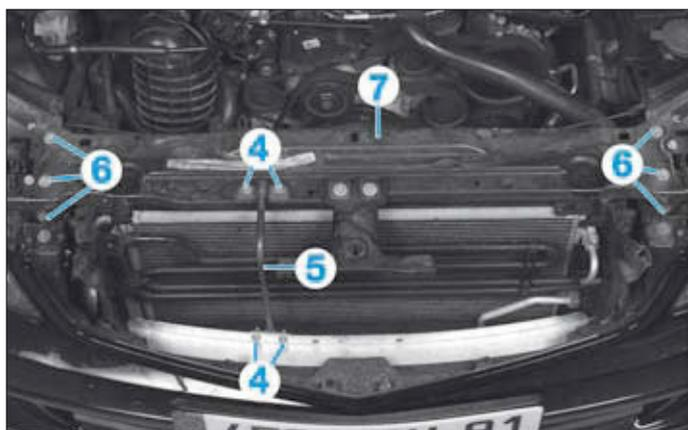

FIG.44
- Déposer (Fig.44) :
- les vis (4),
- le tirant (5),
- les vis (6),
- le renfort central (7).